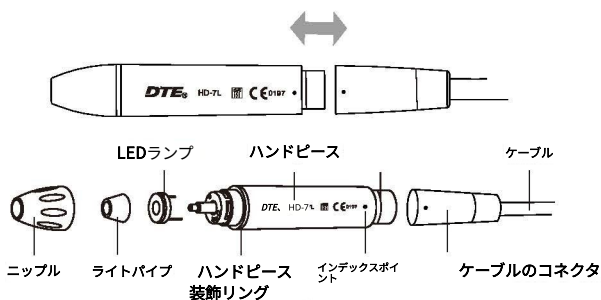

図4
1.4.4 着脱式ハンドピースの接続に関する概略図を図4に示します。
2.1.2 着脱式ハンドピースの主要部品に関する説明 (図4参照)：